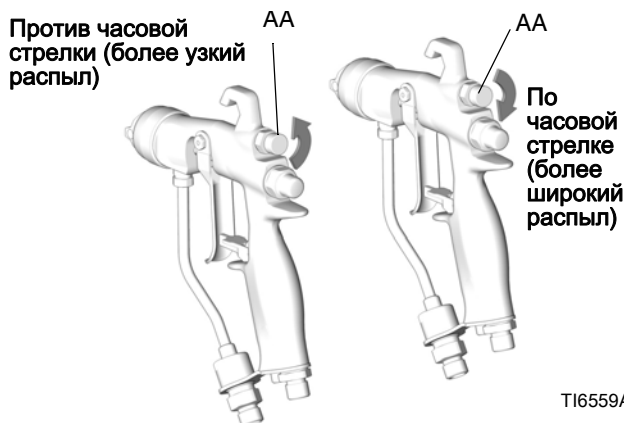

Рис. 7. Круглая ручка регулирования формы распыла
- Смотрите Рис. 7. Закройте подаваемый для регулировки формы распыла воздух, повернув круглую ручку (AA) по часовой стрелке (вперед) до упора. В результате на пистолете будет установлен самый широкий распыл.
- Смотрите Рис. 7. Для сужения формы распыла следует повернуть регулировочную круглую ручку (AA) против часовой стрелки (назад). Если форма распыла все еще недостаточно узкая, то немного увеличьте давление воздуха в пистолете или воспользуйтесь наконечником другого размера.